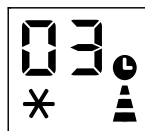

Fig. 6
- Trykk flere ganger til den tilsvarende tiden vises. Vent ca 5 sekunder, time-ren vil være aktiv. da bare symbolet vises på skjermen. (Fig.6)